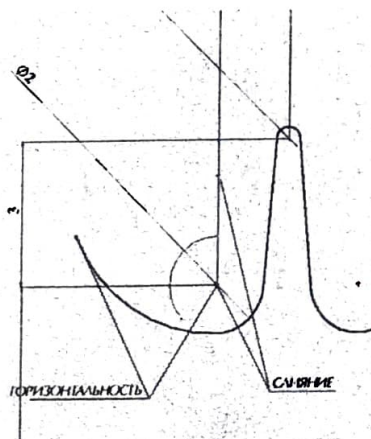

Рис. 23
11. Нажмите кнопку "Касательная дуга"  в панели "Инструменты эскиза" и начертите произвольную дугу с началом на конечной точке эскиза (рис. 23).
Дочертите эскиз и расставьте размеры в соответствии с рис. 23,24.